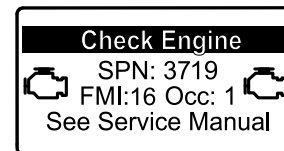

Figura 40
- Si se requiere una regeneración en estacionamiento, el InfoCenter muestra la advertencia del motor SPN 3719, FMI 16 (Figura 40), y la computadora del motor reduce la potencia del motor al 85 %.